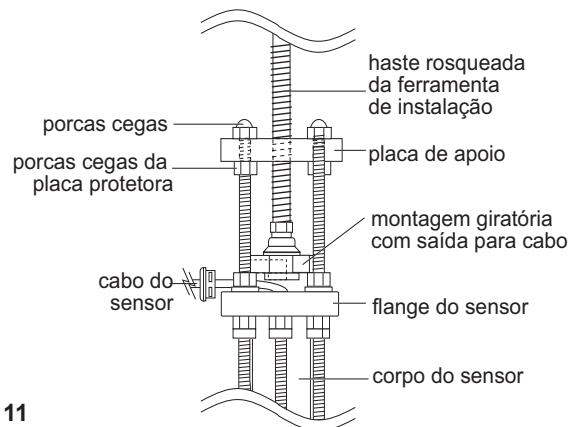

Fig. 11
- G.** Posicione a placa de apoio da ferramenta de instalação, girando-a de modo que esteja a aproximadamente 40 mm da montagem giratória. Monte a ferramenta de instalação, passando as hastes rosqueadas pelos buracos na placa de apoio da ferramenta, apoiando a placa de apoio nas porcas sextavadas da placa protetora. Assegure-se de que as abas da montagem giratória estejam localizadas **entre** as hastes (e não sobre elas). Instale as porcas cegas da placa de apoio. Aperte as porcas cegas da placa de apoio para fixar a ferramenta de instalação (fig. 11).